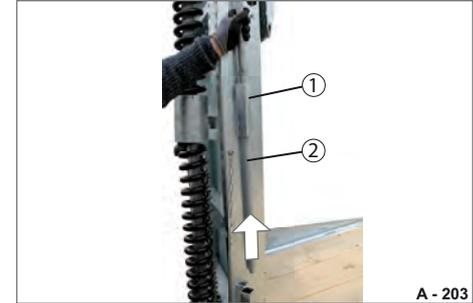

Abb. 82 Bedienstange entnehmen
- ▶ Bedienstange (Abb. 82/2) nach oben aus der Halterung (Abb. 82/1) herausziehen.